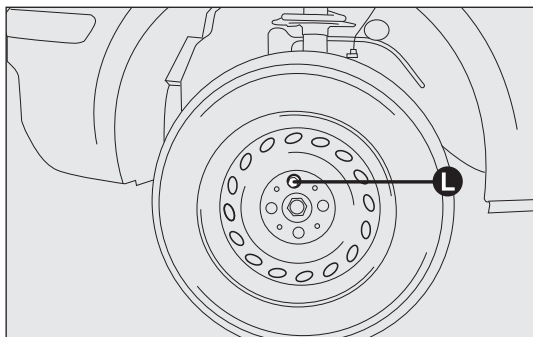

рис. 129
- ❑ с помощью рукоятки L- рис. 129 опустите автомобиль и уберите домкрат;